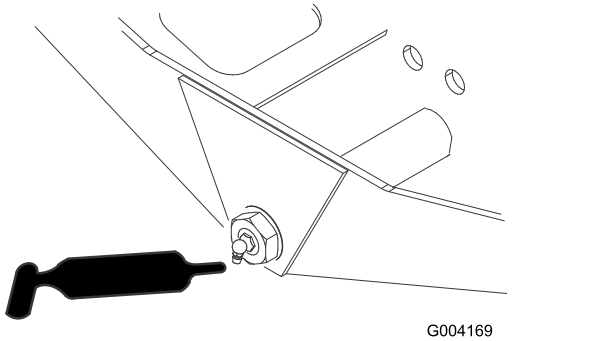

Figura 109
- Pivote de dirección del eje (1) (Figura 109)